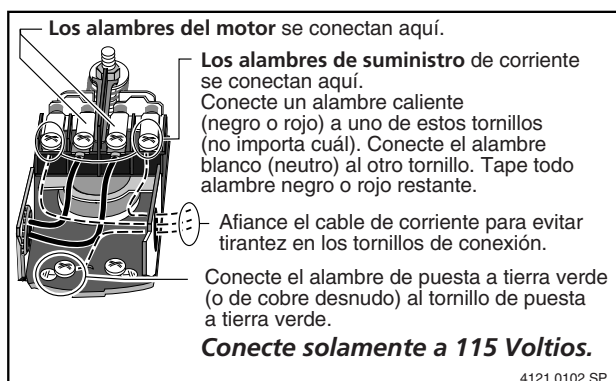

Figura 7. Conexiones de los cables para el suministro de corriente de 115 voltios.
Su manóstató se parece a uno de los que se ilustran en la figura 7. Conecte el suministro de corriente según se ilustra para su tipo de manóstató.
1. Conecte el cable de puesta a tierra primero según se ilustra en la Figura 7. El cable de puesta a tierra debe ser un cable de cobre macizo por lo menos tan grande como los cables de suministro de corriente.
4. Conecte los cables de suministro de corriente al manóstató según se ilustra en la Figura 7.